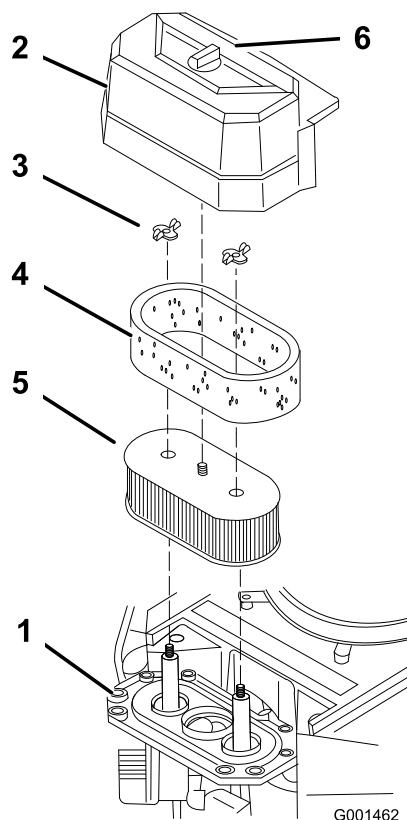

Figura 22
3. Limpie alrededor del limpiador de aire de forma que la suciedad no penetre en el motor y cause daños (Figura 22).
4. Desenrosque el pomo de la cubierta y retire la cubierta del limpiador de aire (Figura 22).
5. Desenrosque las 2 tuercas de orejeta y retire el conjunto del limpiador de aire (Figura 22).
6. Retire cuidadosamente el filtro de gomaespuma del filtro de papel (Figura 22).
1. No limpie el filtro de papel, cámbielo (Figura 22)
1. Deslice cuidadosamente el filtro de gomaespuma sobre el filtro de papel (Figura 22).
2. Coloque el conjunto del limpiador de aire sobre la base del limpiador de aire y fíjelo con 2 tuercas de orejeta (Figura 22).
3. Coloque en su posición la cubierta del limpiador de aire y apriete el pomo de la cubierta (Figura 22).